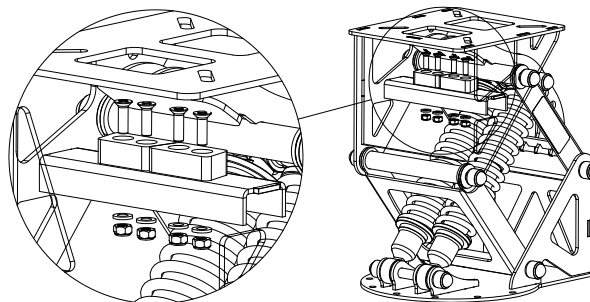

Рис. 4.
5. Установите отбойники (поз.3) с помощью винтов, гаек и шайб (поз.6,7,9). Как показано на (рис.4).